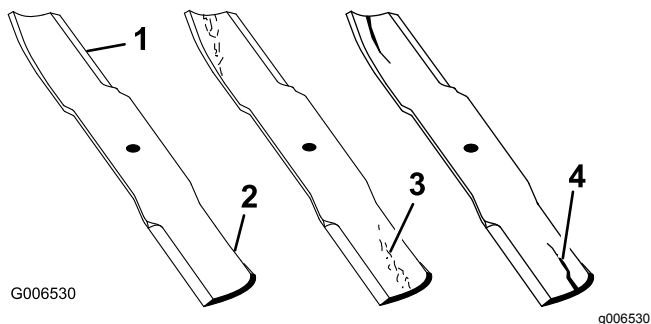

Figura 99
1. Inspeccione as extremidades de corte (Figura 99).
4. Se verificar quaisquer fissuras, desgaste, ou a formação de ranhuras nesta área instale imediatamente uma lâmina nova (Figura 99).